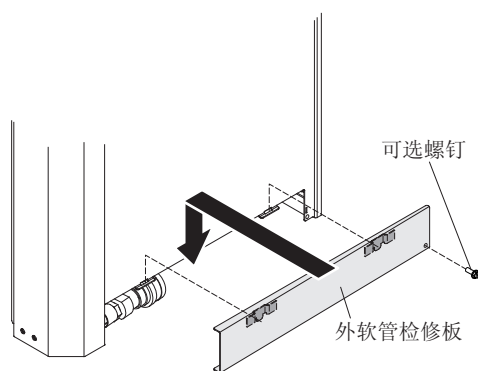

图 29. 安装外软管检修板
- c. (可选) 使用 M4 螺钉将外软管检修板固定到热交换器上 (请参阅图 29)。